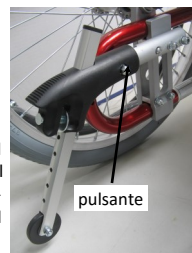

fig. 4.4: Ruotina antiribaltamento estraibile
* versione estraibile (fig. 4.4) qualora presente:
Tale sistema ha la possibilità di togliere completamente il dispositivo antiribaltamento dal telaio pigiando il pulsante indicato in fig. 4.4. Per l'inserimento pigiare il pulsante ed inserire il tubo facendolo scorrere fino a quando il pulsante non si allongerà nella relativa sede. Controllare il corretto inserimento verificando l'impossibilità del distacco del dispositivo dal telaio. Per il funzionamento vedere la sezione (standard fissa).